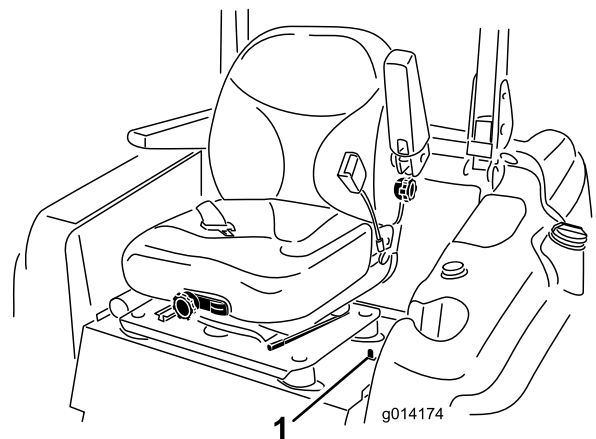

Figure 14
1. Déplacer le verrou du siège, situé sur le côté gauche du siège, vers l'arrière pour déverrouiller le siège et tirez le haut du siège en avant (Figure 14).